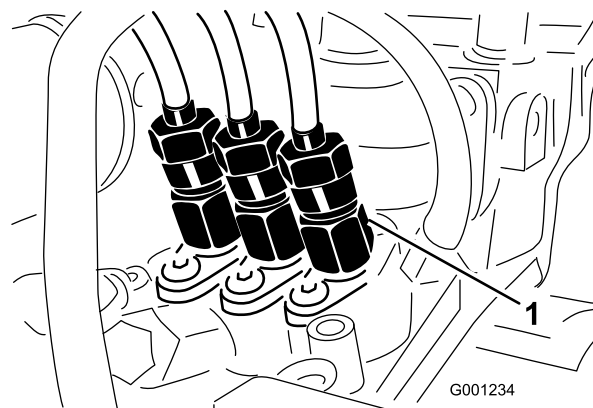

Figura 51
1. Afloje la conexión entre el tubo y el conjunto de la boquilla y soporte del inyector N° 1 en la bomba de inyección (Figura 51).